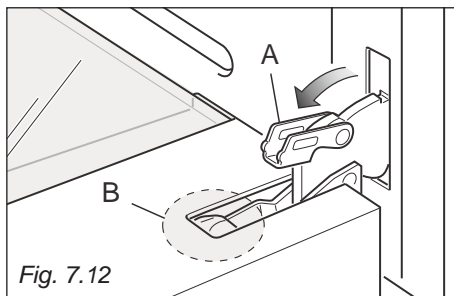

Fig. 7.12
- Ouvrez complètement le levier "A" sur les charnières de gauche et de droite (fig. 7.12).
- Refermez doucement la porte (fig. 7.13) jusqu'à ce que les leviers "A" des charnières gauche et droite s'accrochent sur la partie "B" de la porte (fig. 7.12).